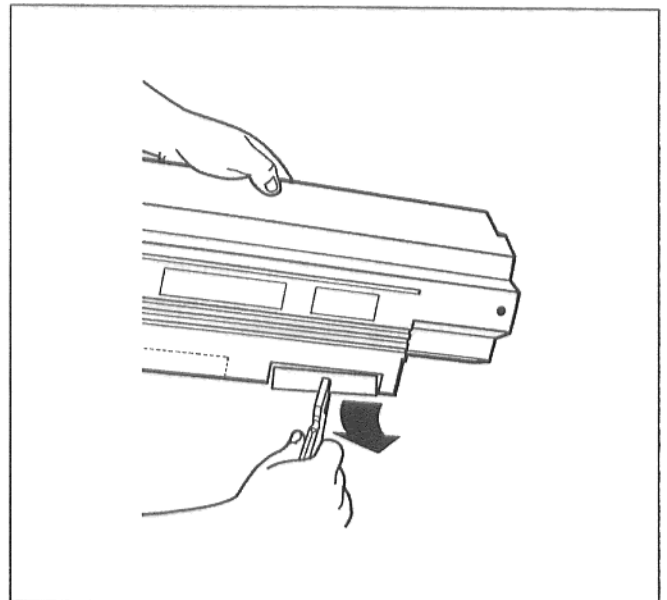

Abb. 54
- Ausbrechteile in der Rückwand des Kabeldurchganges herausbrechen (Abb. 54).